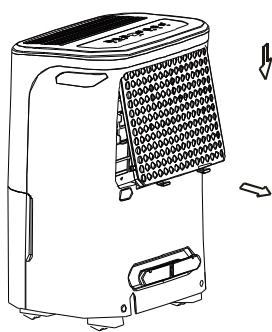

Fig. 8
- Apucați umărul filtrului și trageți-l în sus, apoi trageți-l afară așa cum se arată în Fig. 8.